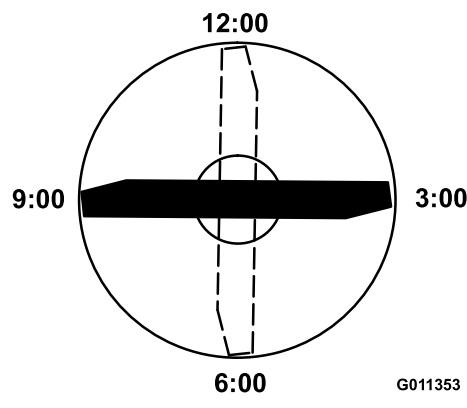

Bild 82
4. Positionieren Sie die Schnittkante der markierten Messerseite in die 12-Uhr-Stellung (geradeaus in Mährichtung) (Bild 82) und messen die Höhe vom Tisch bis zur Schnittkante.
5. Drehen Sie die markierte Seite des Messers auf die 3- und die 9-Uhr-Stellung (Bild 82) und messen die Höhe.